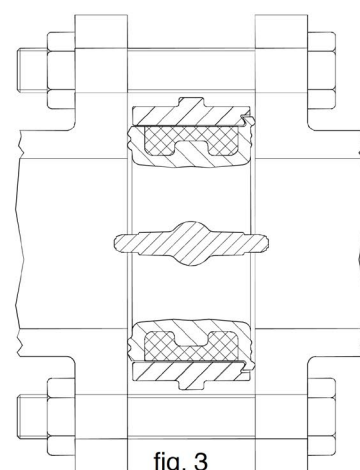

fig. 3
- Sostenere la farfalla mediante l'ausilio di due tiranti che, passando dai fori sulle flange e attraverso le asole sul corpo valvola consentono un primo grossolano centraggio tra le flange. Serrare leggermente 4 tiranti (tra loro contrapposti) sino ad ottenere un leggero fissaggio della valvola, provvedere all'accurato centraggio del corpo valvola rispetto alle flange delle tubazioni (un errore di ± 1 mm per il DN 50 e proporzionalmente ± 5 mm sul DN 300 sono più che tollerabili). Serrare i 4 tiranti sino a bloccare saldamente la valvola, provvedere alla completa apertura della farfalla (fig. 3), indi montare e serrare tutti gli altri bulloni previsti dalla flangiatura. La valvola non è particolarmente sensibile alle coppie di serraggio dei bulloni flange, attenersi pertanto alle coppie di serraggio flange previste dalla rispettiva normativa, anche in funzione del materiale con il quale i tiranti stessi sono realizzati.